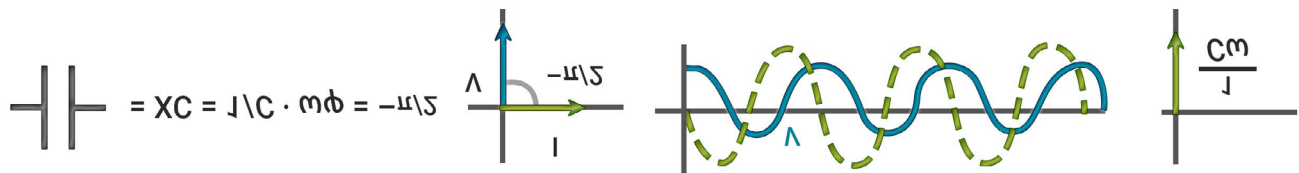

Figura 12. Sobre condensador, impedancia y capacidad [3].
En CA, un condensador introduce un desfase $-\pi/2$ entre la tensión y la intensidad (desfase negativo, la tensión está retrasada respecto a la intensidad). Su impedancia es solo reactiva (X_C) y depende de la capacidad del condensador (C) y de la frecuencia (ω), lo cual se ve en la (figura 12).